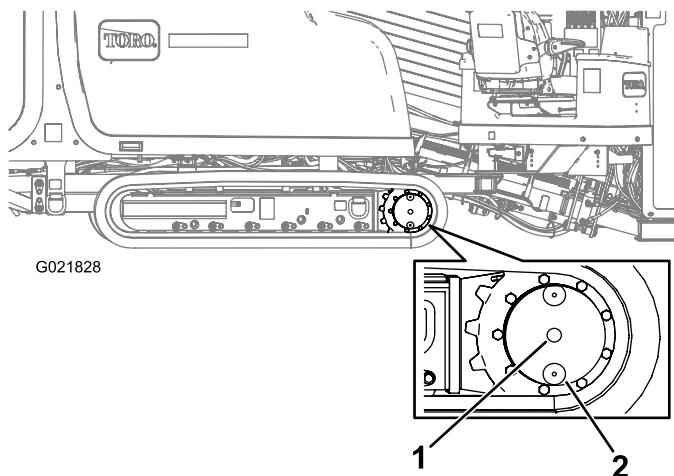

Figura 95
2. Limpe a área ao redor do bujão de nível de óleo com solvente de limpeza (Figura 95).
3. Gire o comando final planetário até que os bujões de nível e de drenagem de óleo estejam respectivamente um sobre o outro na vertical (posição de 6 horas) como mostra a Figura 95.
4. Remova o bujão de nível de óleo (Figura 95).
2. Limpe a área ao redor do bujão de nível de óleo (Figura 95).
3. Gire o comando final planetário até que o bujão de drenagem de óleo esteja diretamente abaixo do bujão de nível (Figura 95).